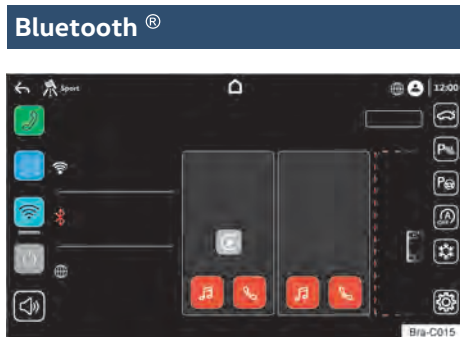

Fig. 114 Conectar via Bluetooth.
- Dependendo da versão do rádio, é possível conectar 2 dispositivos simultaneamente. Para estabelecer qual a função do dispositivo, selecionar o botão telefone para utilizar as funções de telefone e selecionar o botão mídia para utilizar as funções de mídia → Fig. 114.